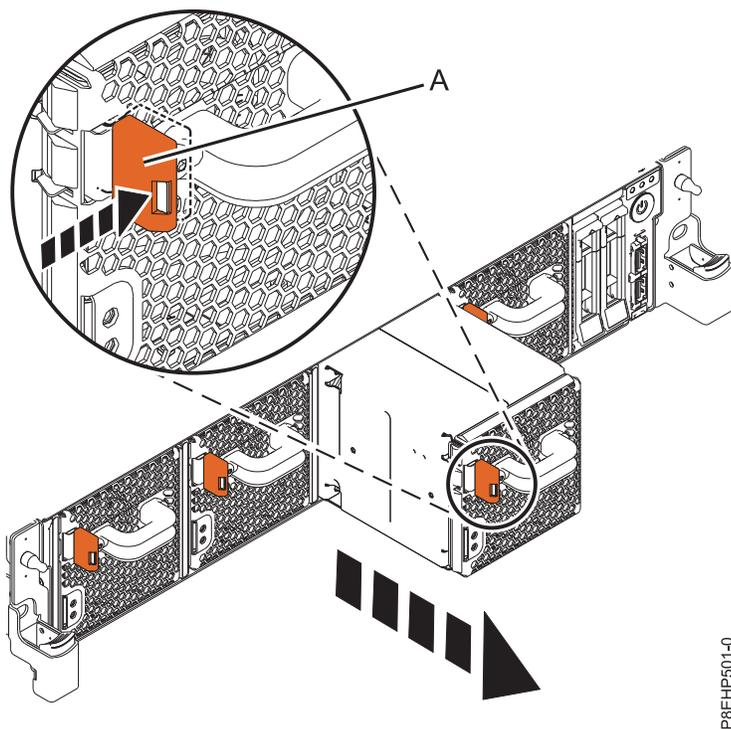

図 57. システムからのファンの取り外し
2. システム内の所定の位置からファンを取り外すには、赤褐色のロックング・タブ (A) を押します (図 57 を参照)。